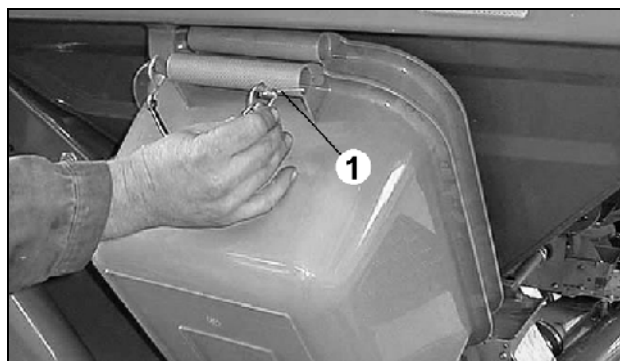

Рис. 81
Емкости для улавливания посевного материала устанавливаются в креплении и фиксируются при помощи фиксирующего пальца с пружинной защелкой (Рис. 81/1).
- Емкость для улавливания посевного материала (Рис. 81) закрепите в креплении и зафиксируйте при помощи пальца с пружинной защелкой.